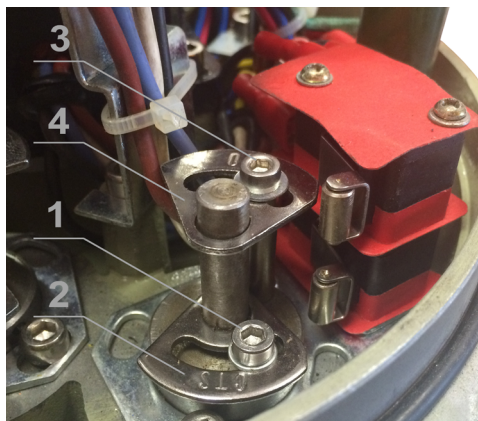

Рисунок 5. Блок моментных выключателей
2.3.3.1.1. Ослабить крепежный винт (1) кулачка CTS (2) для свободного перемещения кулачка (рис.5).
2.3.3.2.1. Ослабить крепежный винт (3) кулачка OTS (4) (рис.5).